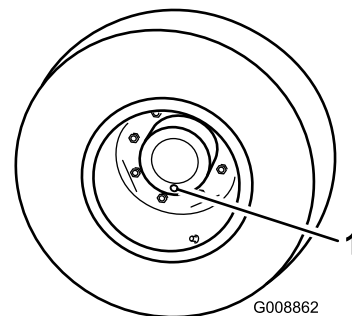

Figura 82
1. Coloque a máquina numa superfície nivelada, posicione uma roda de forma a que um dos tampões de verificação se encontre na sua posição mais baixa (6 horas) (Figura 82).